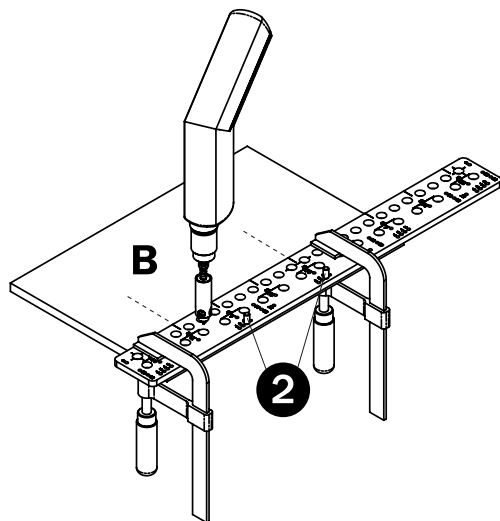

Fig. 16
Inserite due perni (pos. 2) con la serie di passi più adatta alla cerniera scelta (**Fig. 16 e 17**) in uno dei fori 3 - 6 (a seconda della distanza scelta del cardine dal bordo). Posizionate **CMT900** sul pezzo di lavoro in modo che l'asse centrale del passo scelto della cerniera sulla dima corrisponda all'asse centrale sul pezzo di lavoro e che i perni aderiscano il bordo anteriore del pezzo di lavoro. Usate l'adattatore portapunta **CMT400-1** con la punta per i fori non passanti del diametro di 3mm per viti da legno, di 5mm per viti euro o di 8mm per tasselli a fissaggio veloce.